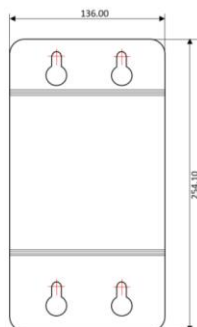

Рисунок 1.
2. Закрепите монтажную плиту на стене и просверлите в стене 4 отверстия диаметром 8 мм в соответствии с монтажной плитой (Рисунок 1). Используйте расширительные болты для крепления блока управления.